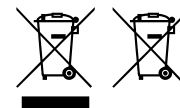

Fig. 1 Fig.2
4. Le symbole (conteneur déchets à roues barré – Fig. 1), si elle est représenté sur le produit ou sur l'emballage, indique que l'appareil arrivé à la fin de son cycle de vie doit faire l'objet d'une collecte sélective.